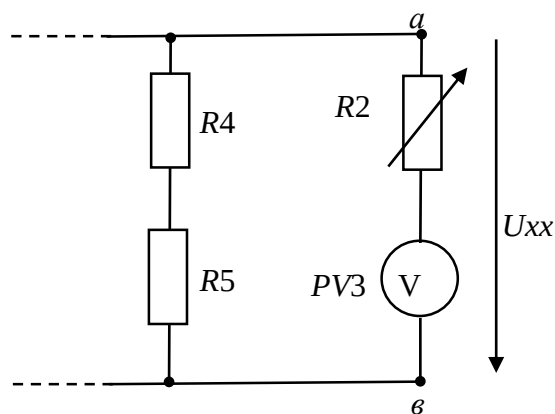

Рис.8
10. Проведите опыт холостого хода. Для этого ампервольтметр, измеряющий ток $I2$ используйте в качестве вольтметра ($PV3$), выполнив для этого необходимые настройки и переключения (рис.8). Включите электропитание. Выполните измерение напряжения холостого